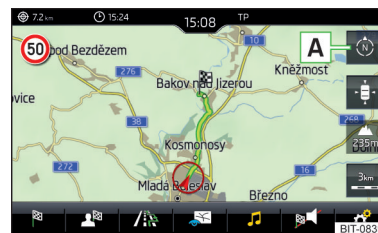

Fig. 223
► Pour **modifier l'orientation de la carte** dans le menu principal *Navigation* appuyez sur la touche de fonction  **A** » fig. 223.